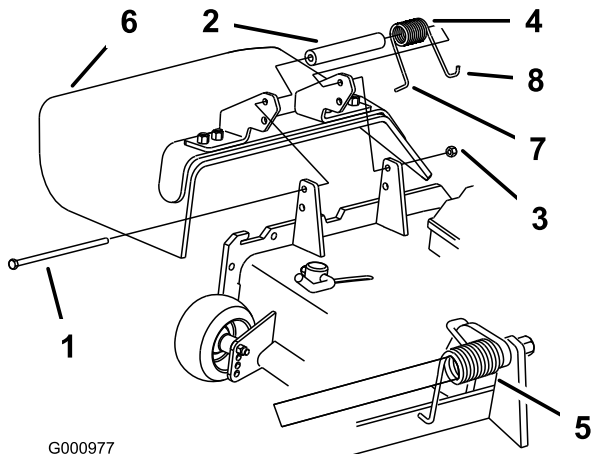

Figure 80
1. Retirez le contre-écrou, le boulon, le ressort et l'entretoise qui fixent le déflecteur aux supports de pivot (Figure 80). Enlevez le déflecteur s'il est endommagé ou usé.
**Remarque:** Prenez soin de placer l'extrémité en L du ressort derrière le bord du plateau avant de mettre le boulon en place, comme indiqué à la Figure 80.
3. Remettez le boulon et l'écrou. Accrochez l'extrémité en J du ressort au déflecteur d'herbe (Figure 80).